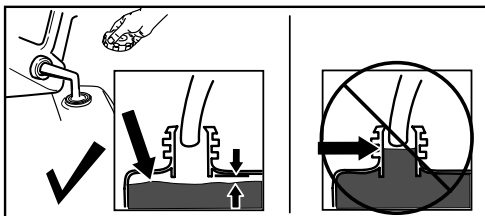

Figure 14
Ne remplissez le réservoir de carburant au-dessus du goulot de remplissage (Figure 14).
- Retirez l'obstruction de la goulotte; voir Dégagement de la goulotte d'éjection \(page 17\). Dégagez la goulotte à l'aide de l'outil de nettoyage (Figure 14), jamais avec la main.